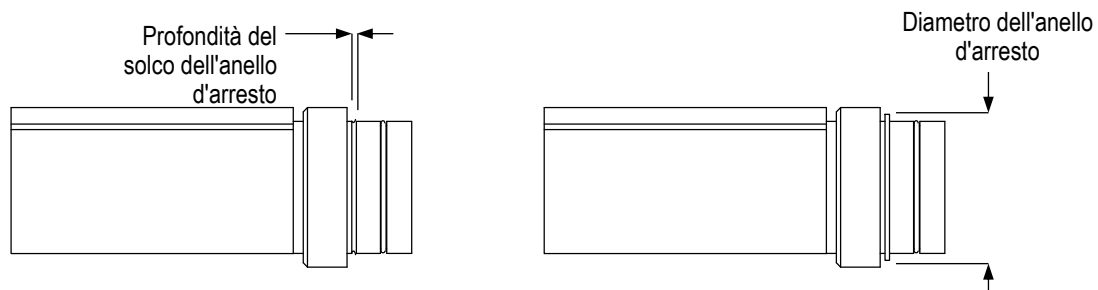

Figura 11
1. Mediante un calibro, misurare la profondità del solco dell'anello d'arresto. Vedi Figura 11. Utilizzando questo dato, consultare Figura 12 e 13 per l'anello d'arresto da utilizzare.
6. Mediante un calibro, misurare il diametro dell'anello d'arresto. Vedi Figura 11. Prendere le misure in diversi punti lungo il perimetro dell'anello. Se le misure sono comprese entro i limiti di tolleranza (per l'anello d'arresto che viene utilizzato) forniti in Figura 12 e 13, il gruppo di utensili è considerato corretto sotto il punto di vista dimensionale. Se alcune misure non rientrano nei limiti di tolleranza, per informazioni su come richiedere un'ulteriore valutazione e una riparazione consultare il par. 9.2.
- Paragrafo 7: modificato il riferimento alla Figura 11 alla Figura 10